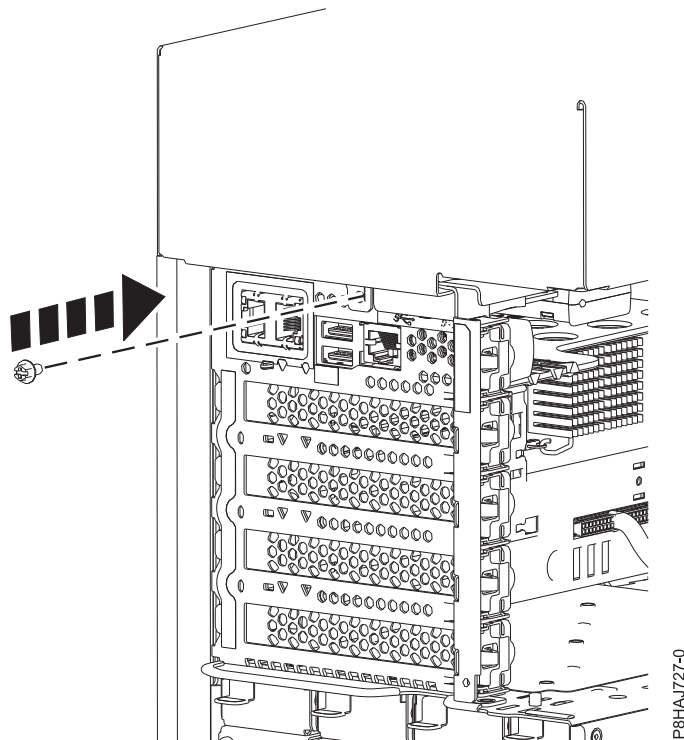

Figura 53. Colocación del tornillo de la cubierta lateral de 8286-41A
5. Ponga el tornillo posterior de la cubierta lateral con un destornillador de estrella, tal como se muestra en la Figura 53 en la página 67.